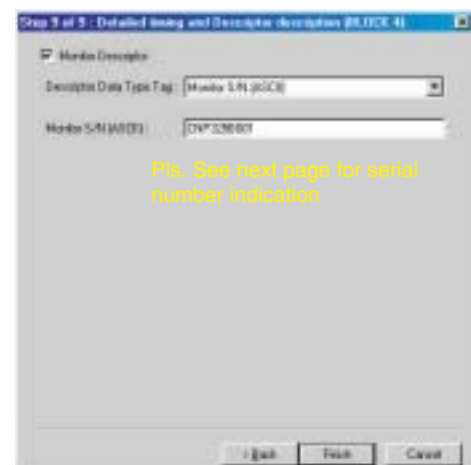

Fig. 23
8. Click **Next**, bring up Fig. 23.